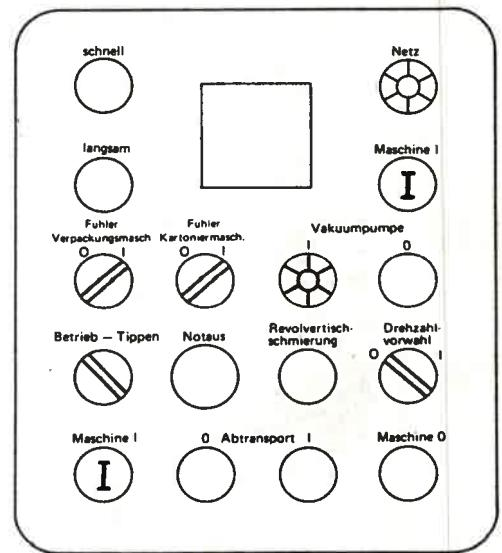

Bild 181
13. Maschine durch gleichzeitiges Betätigen der Taster „Maschine I“ einschalten (Bild 181).